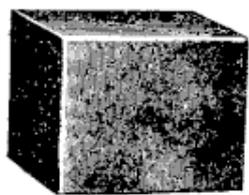

FIG. 81.
*Réglage et calage des balais.* — Le réglage des balais n'a pas lieu lorsque l'on emploie des balais en charbon (v. p. 165, fig. 81), ceux-ci sont constitués par un petit bloc en charbon perpendiculaire au collecteur et par suite toujours en contact avec le collecteur en raison de la pression des ressorts.